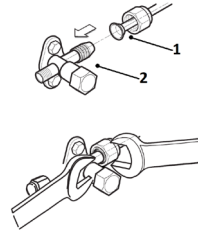

fig. 19 -
- Haga coincidir los extremos del tubo abocardado (part.1 "fig. 19 -") con las conexiones de las unidades interiores o con las llaves de paso de las exteriores (part.2 "fig. 19 -").